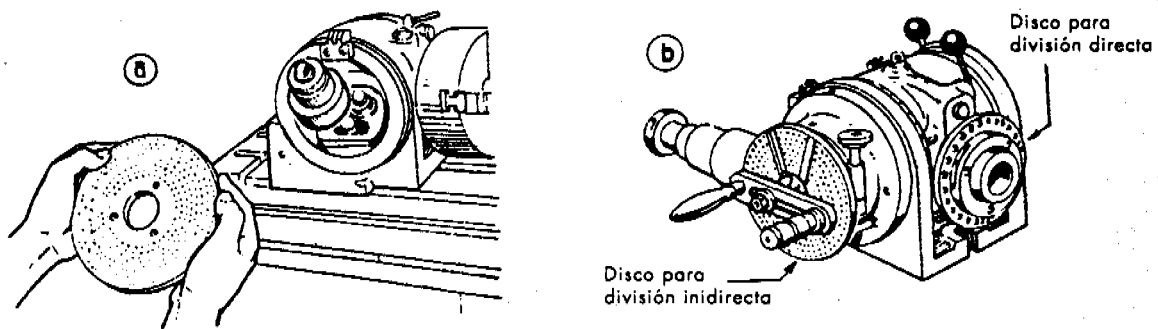

Figura 3
- a. Monte el disco perforado sobre el eje según figura 3 ( a y b ).